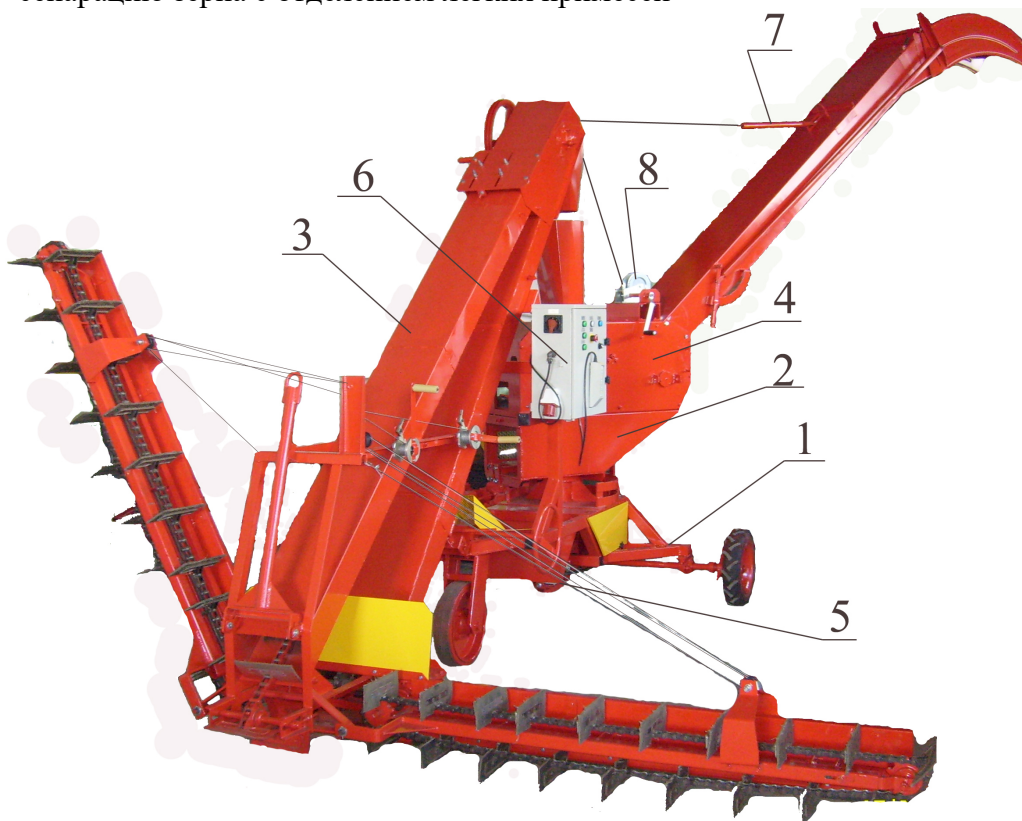

Рис. 1
1.2. Метатель зерна самопередвижной МЗ-90С (рис.1) производительностью 90 т/ч предназначен для механизации погрузочно-разгрузочных работ на открытых площадках с твердым покрытием и зерноскладах. Метатель зерна МЗ-90С может выполнять следующие операции:
3.1.Зернометатель состоит из следующих основных узлов и механизмов (рис.1): рама, с ходом 1, рама поворотная 2, транспортер загрузочный 3, триммер с трубой 4, механизм самохода 5, шкаф управления с выносным пультом 6, шпренгель 7, механизм для поднятия и опускания трубы триммера 8.